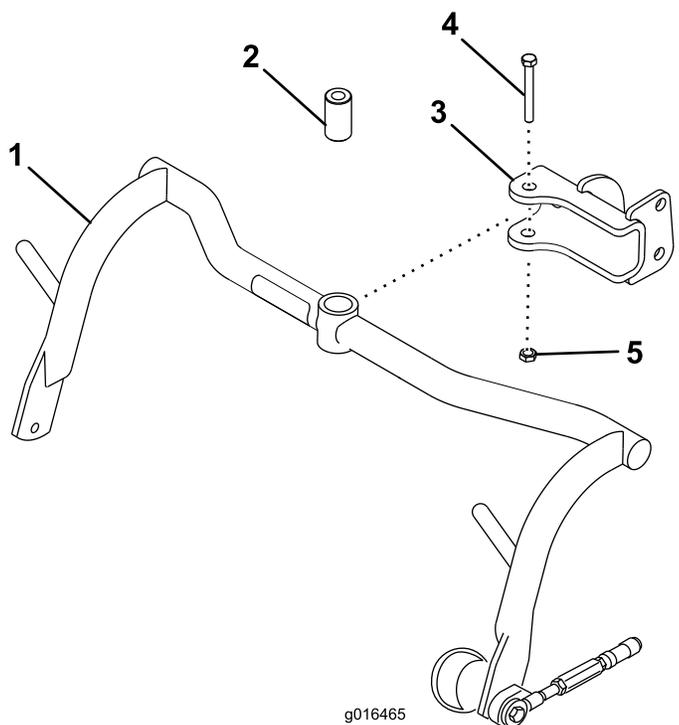

Figura 8
1. Monte um conjunto de estrutura de suporte em cada manilha com um espaçador e parafuso (½ pol. x 3¼ pol.); consulte Figura 8. Aperte com 91 a 113 N·m.